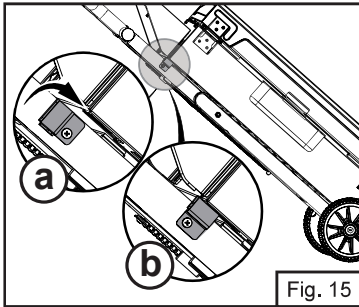

Fig. 15
- Gire el cierre de las patas en el sentido de las agujas del reloj en la ranura para asegurar las patas (Fig. 15).